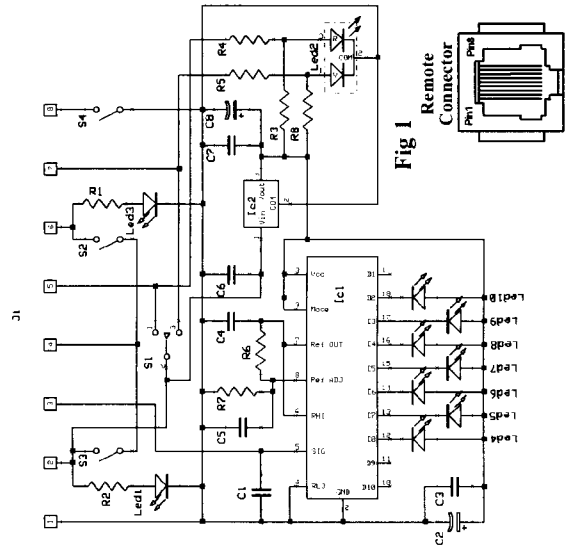

Fig 1
In fig.1 è presente lo schema di una possibile connessione del comando a distanza.
fig.1 shows the configuration of the remote command. The max input power is selectable through the power selector (4)